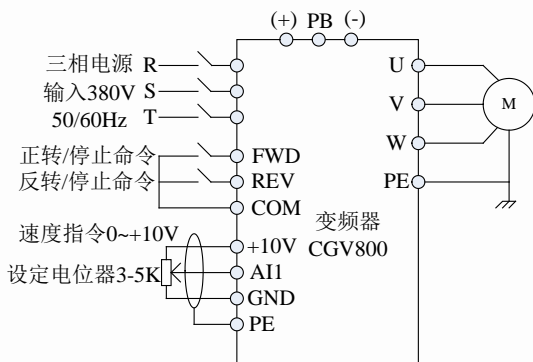

图4-13 基本运行配线图
- (1) 按图4-13配线，检查接线正确后，合上MCCB开关给变频器上电；